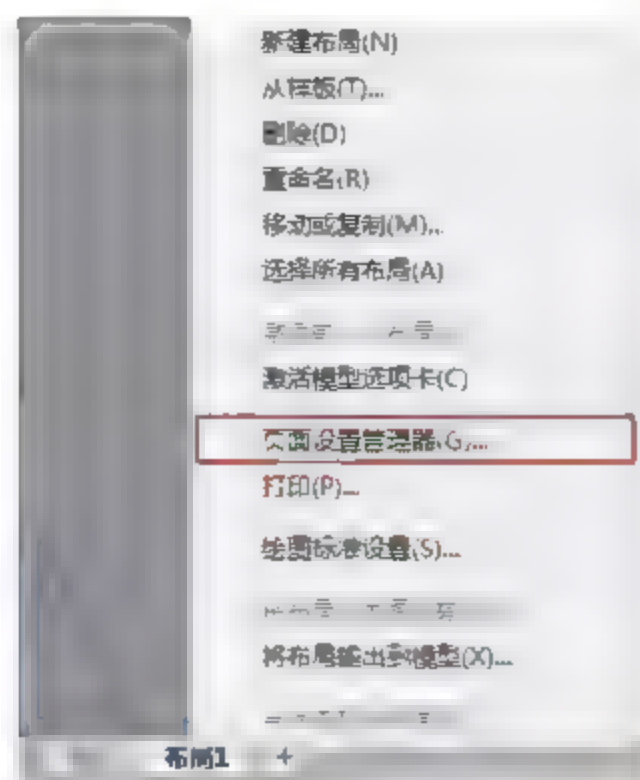

图14-22 选择命令
- 02 在【布局1】标签上右击，从弹出的快捷菜单中选择【页面设置管理器】命令，如图14-22所示。